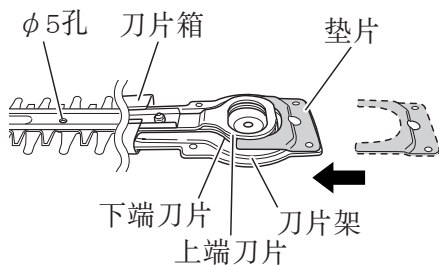

图 9
- (2) 零件正确定位后，将刀片箱安装在新刀片上。
- (3) 在上端和下端刀片之间插入在步骤 1 中卸下的垫片。(图 9)